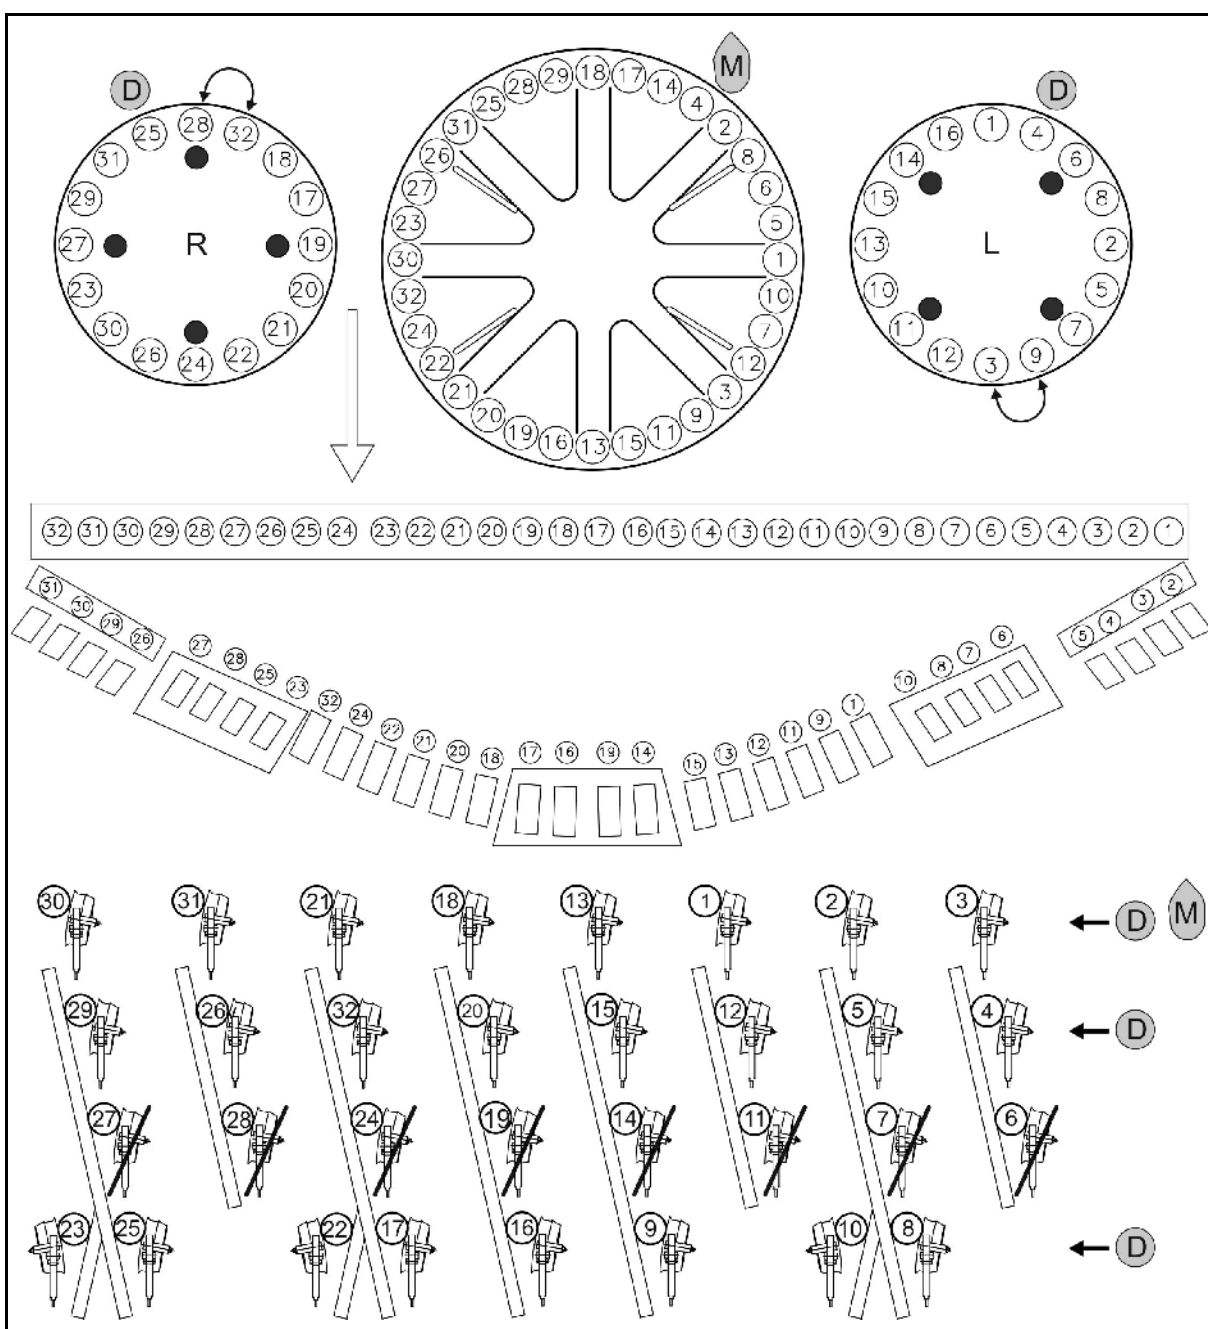

Рис. 54
- Кукуруза **M**: установите заслонки  согласно Рис. 54.
- Удобрения **D**: установите заглушки  согласно Рис. 54.